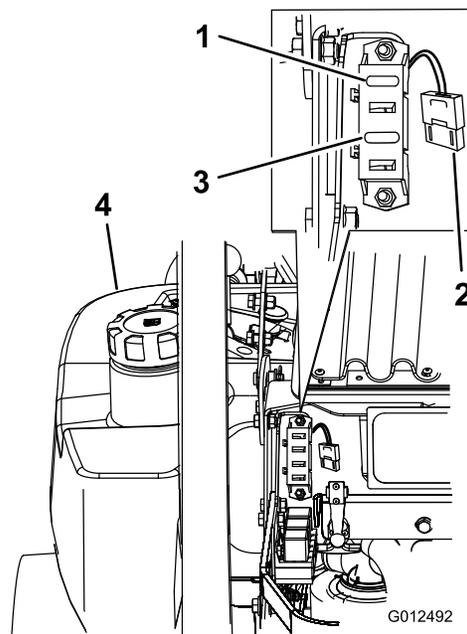

Figura 76
1. Sbloccate il cofano del motore ed alzatelo per accedere al portafusibili (Figura 76).
3. Montate un fusibile nuovo (Figura 76).